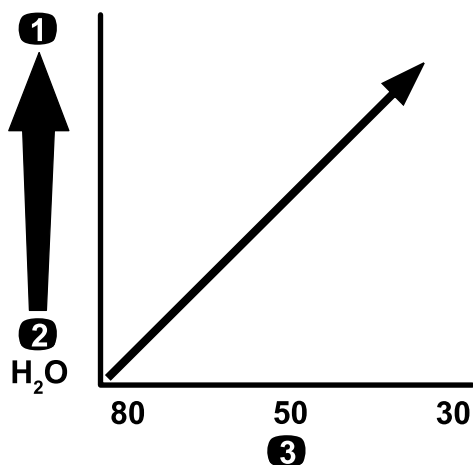

Figura 64
**Importante:** Si vous pulvérisez des produits chimiques de viscosité plus élevée (plus épais) ou des solutions avec poudres mouillables, vous devrez peut-être utiliser un maillage plus grossier pour le filtre d'aspiration en option ; voir Figura 64.